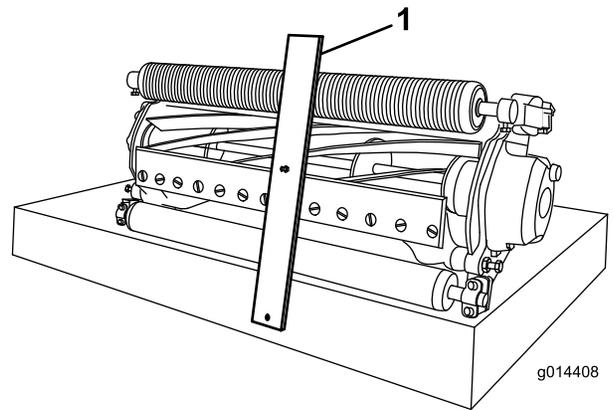

図 11
2. 刈高ゲージのボルトの頭を下刃の先端に引っかけ、バーの後端を後ローラに当てがう図 11。